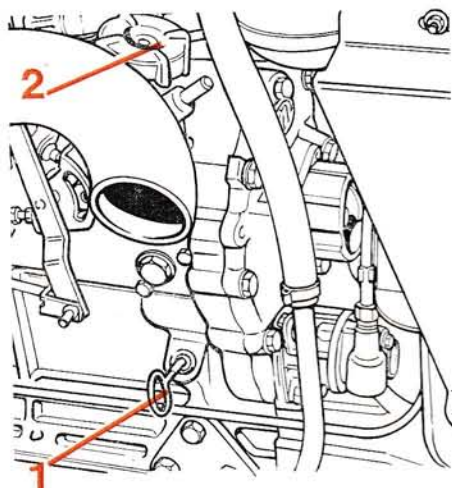

Fig. 34
— Remettre en place le bouchon de vidange et faire le plein à l'aide de 5,5 litres pour le 366 et pour le 466 de 8 litres d'huile **MOBIL DELVAC 1310** au-dessous de 0°C et **1330** au-dessus de 0°C par le bouchon (2) fig. 34.